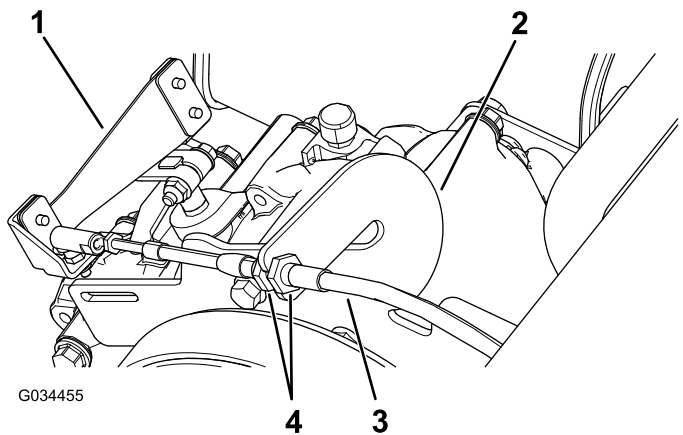

図 61
1. ギアシフトケーブルのジャムナットをゆるめて調整を行う (図 61)。
2. ギアシフトセレクトを3つの位置のそれぞれに回して、シフトレバー 図 61が適切にシフトするかどうか確認する ギアシフトレバーとギアシフトインジケータ \(ページ 13\)を参照。